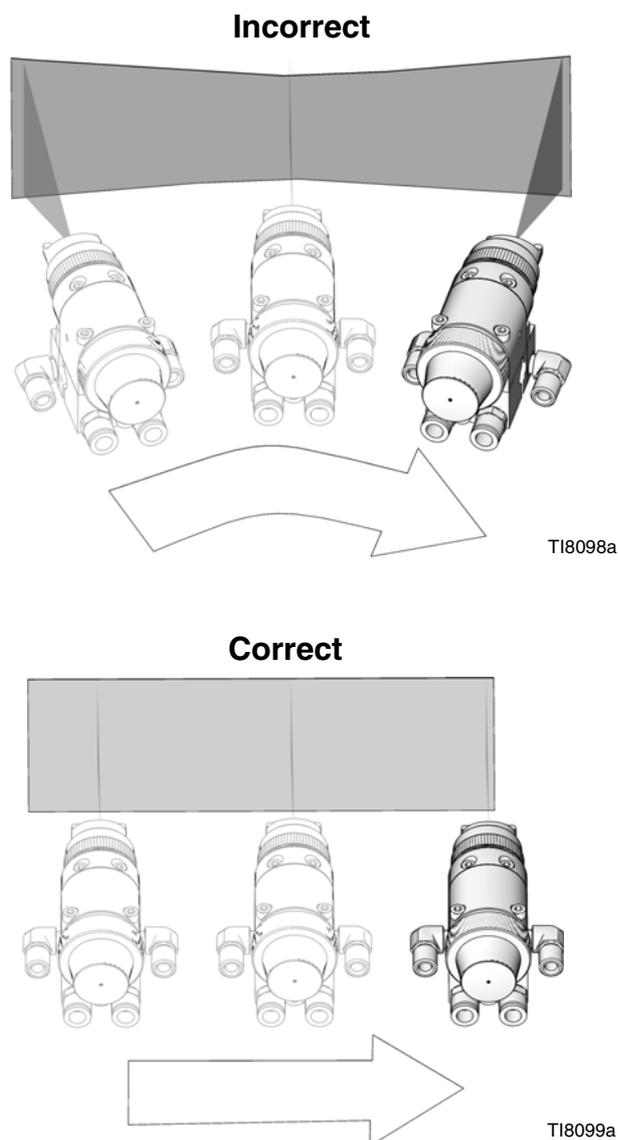

FIG. 12 : Méthode de pulvérisation correcte
- Effectuez des passes lisses et parallèles sur toute la surface à peindre avec un recouvrement de 50 %. Consultez la FIG. 12.